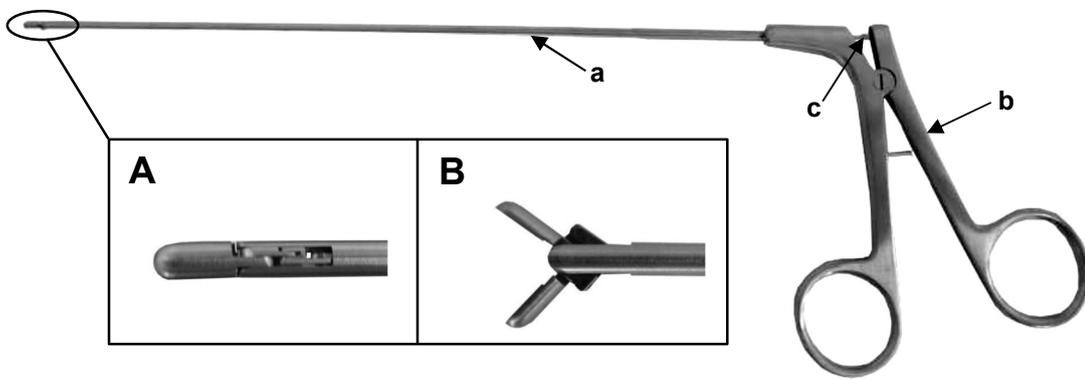

Abb. 1: Osteobioptom mit geschlossenen (A) und geöffneten (B) Maulteilen
Das Osteobioptom besteht aus einem Rohrschaft (a) mit angeschweißtem Griff (b), an dessen distalem Ende sich die beweglichen Maulteile befinden. Durch Zusammen- bzw. Auseinanderdrücken des Griffs (b) können die Maulteile über den im Rohrschaft (a) verlaufenden Innenzug (c) geschlossen bzw. geöffnet werden. Abbildung 1 zeigt ein Osteobioptom mit geschlossenen (A) und geöffneten (B) Maulteilen.